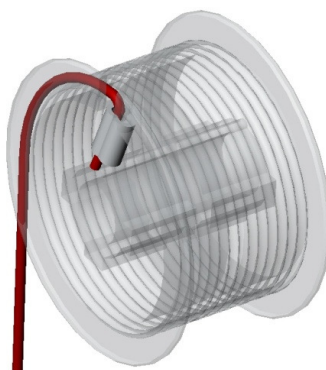

Рисунок 18. Схема крепления троса на барабане.
6.9 Произведите намотку троса на барабан, в соответствии с указанным в документации к воротам количеству витков предварительной намотки и витков безопасности. Отметьте это место на барабане (Рисунок 18).
Усыновите трос в прорезь барабана, таким образом, чтобы втулка оказалась внутри барабана, (рисунок 18). Закрепите оставшуюся часть троса в специальное отверстие внутри барабана (имеется не у всех барабанов).